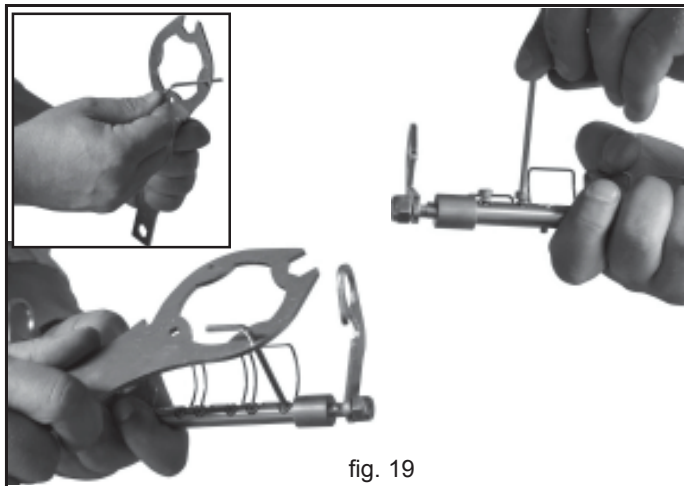

fig. 19
- 5) Mit dem Universalschluessel und einem zusaetzlichen Sechskantschluessel (nr. 3) wie im Bild gezeigt die Halteschrauben loesen, ein vollstaendiges Abschrauben ist nicht erforderlich. (Abb. 19).